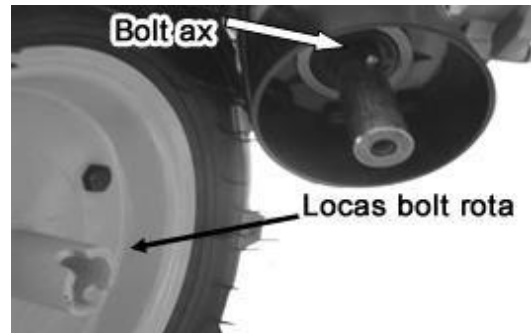

Figura 5
4. Fixați pneul de cauciuc la axul transmisiei și asigurați-vă locul boltului roții se fixează perfect pe boltul aflat pe axul transmisiei. Consultați Figura 5.